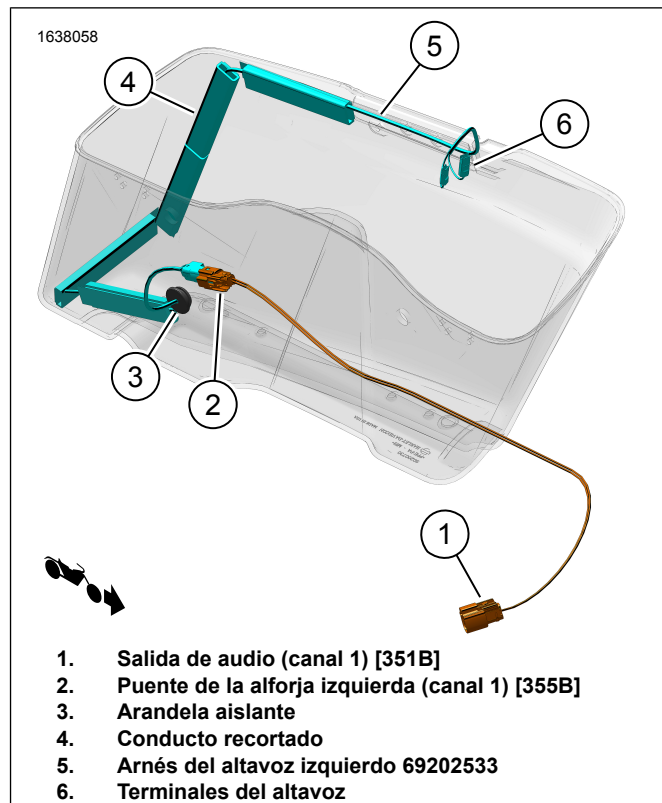
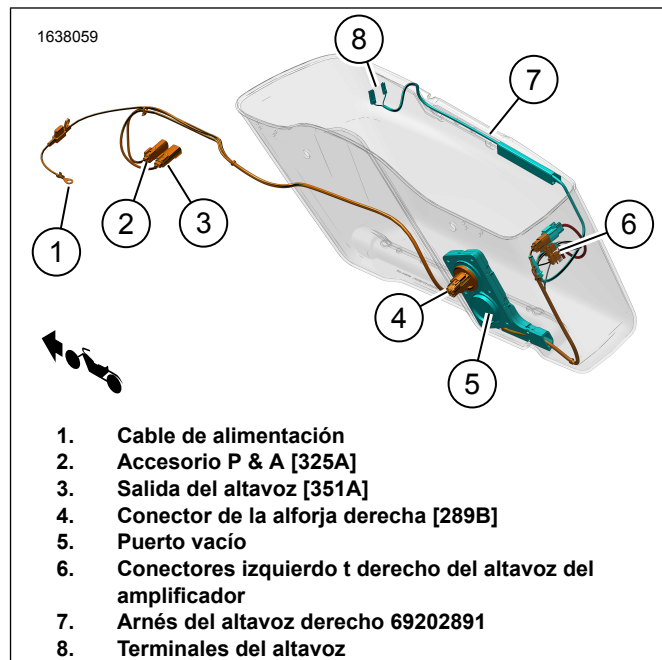
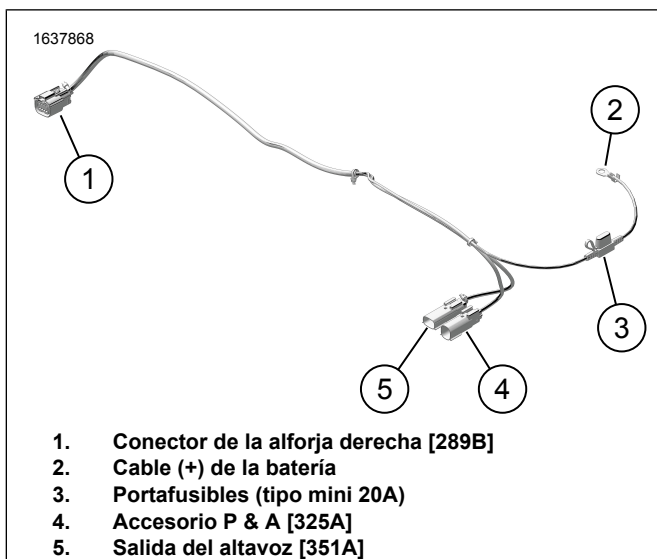
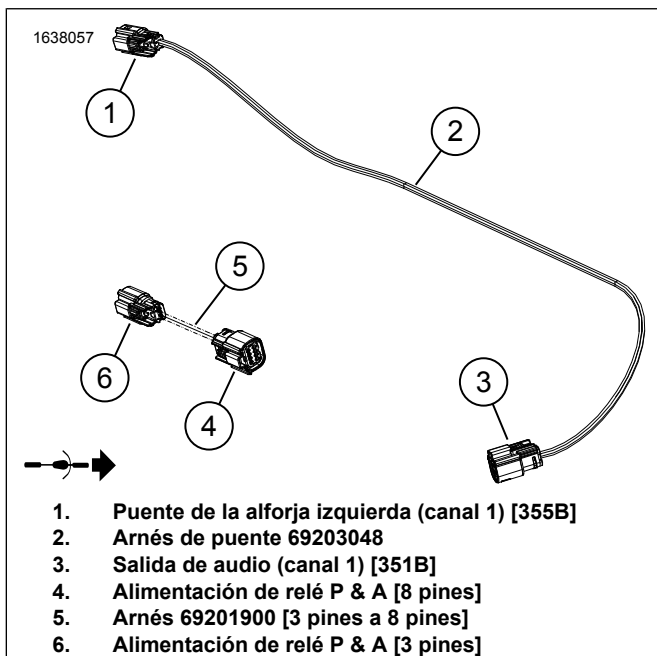

Figura 4. Tendido del arnés de la alforja izquierda
Figura 5. Tendido del arnés de la alforja derecha
Figura 15. Arnés externo 69202870
Figura 16. Arneses de puente
12. Figura 4 Instale el arnés de cables del altavoz izquierdo.
- b. Figura 4 Tienda el arnés de cables (5) tal como se muestra.
- d. La cuarta pieza del conducto (4) se tendrá que recortar para adaptarla a la altura de la alforja.
- g. Tienda el arnés de cables (5) a través del agujero de la arandela aislante.
- h. Instale la arandela aislante (3) en el arnés de cables (5).
- i. Ajuste la arandela aislante (3) según sea necesario e instálela en la alforja.
13. Figura 5 Instale el arnés del altavoz derecho.
- b. Figura 5 Tienda el arnés de cables (7) tal como se muestra.
1. Figura 15 Conecte el cable (+) de la batería (2) al terminal (+) de la batería. Consulta el manual de servicio.
- a. Figura 15 Tienda el [325A] (4) al lado izquierdo de la estructura del vehículo.
- b. Figura 16 Conecte [3 pines] (6) del arnés de puente (5) a [325A] (4) del arnés externo 69202870. Figura 15
- c. Figura 16 Conecte [8 pines] (4) del arnés de puente (5) al conector P & A del vehículo [4]. Ubicado debajo del área de la cubierta lateral izquierda.
- a. Tienda el [325A] (4) al lado derecho de la estructura del vehículo.
- b. Figura 15 Conecte [325A] al conector P & A del vehículo [325B]. Ubicado debajo del área de la cubierta lateral derecha.
4. Figura 15 Tienda el ramal [289B] (1) del arnés externo a lo largo de la estructura y el soporte de la riostra del guardabarros. Instale el arnés en los puntos de anclaje con correas de cables, sin apretarlo. No ajuste las correas de cables.
8. Figura 16 Tienda e instale el arnés de puente 69203048 (2).
- a. Figura 16 Conecte [355B] (1) del arnés de puente (2) al arnés del altavoz de la alforja izquierda (5). Figura 4
- c. Figura 16 Tienda [351B] (3) en el arnés de puente 69203048 (2) hacia [351A] (5) en el arnés externo 69202870. Figura 15
10. Figura 1 Instale un fusible de 20 amperios (18) en el portafusibles del arnés externo (3). Figura 15
- a. Conecte [360LA] a la izquierda (L).
- b. Conecte [360RA] a la derecha (R).
4. Figura 15 Conecte a [351A] (5).